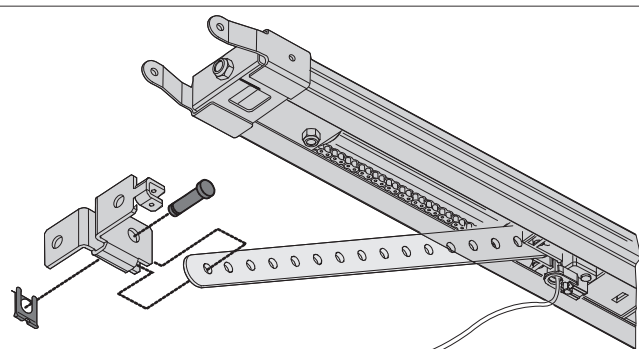
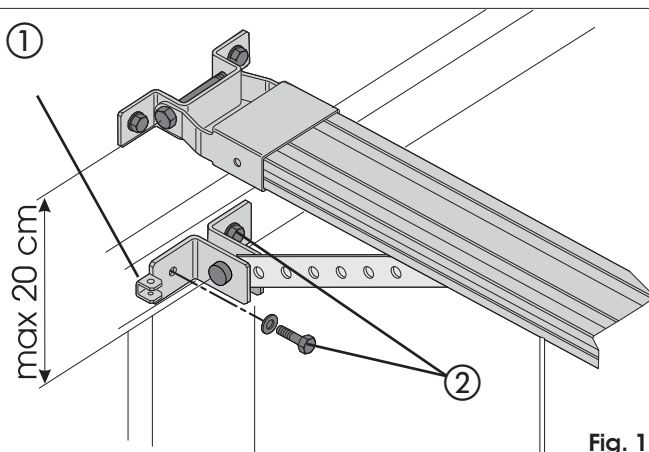
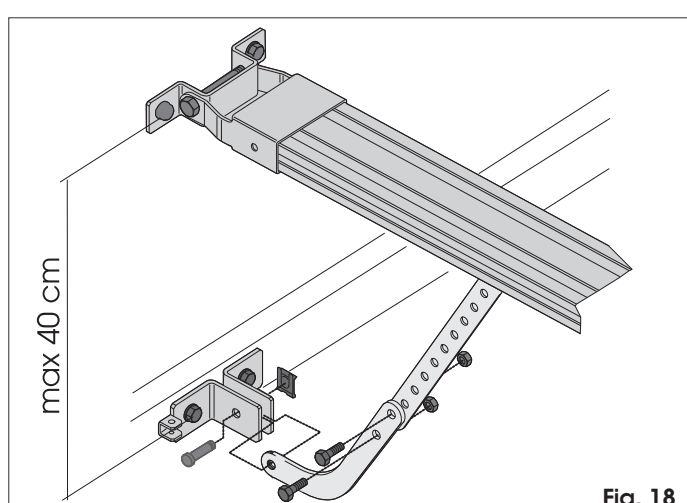

Fig. 16
Fig. 17
Fig. 18
- 1) Assemblare l'attacco con l'asta del carrello (Fig. 16). Posizionare l'attacco sulla porta in modo che il passante del cavetto di sblocco si trovi rivolto verso il lato sinistro della porta (rif. ① Fig. 17).
- 4) Controllare che la distanza tra gli interassi dei fori di fissaggio dell'attacco anteriore e dell'attacco sulla porta non sia superiore a 20 cm (Fig. 17). Per un corretto funzionamento dell'automazione, si consiglia di evitare inclinazioni del braccetto superiori a 30° rispetto alla guida di scorrimento. Se si utilizza il braccetto curvo per porte sezionali (opzionale) eseguire l'assemblaggio con il braccetto dritto del carrello come indicato in Fig. 18. Per migliorare l'efficienza del sistema antischiacciamento, si consiglia di fissare l'attacco sulla porta sezionale il più in basso possibile, senza superare però la distanza di 40 cm dall'attacco anteriore dell'operatore.
- 5) Tracciare, forare e fissare l'attacco alla porta, tramite le viti (rif. ② Fig. 17) **NON** fornite a corredo.